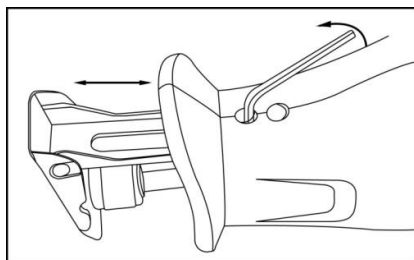

Рис. 2
2. Затяните винты. Не перетягивайте их, чтобы не повредить резьбу. (Рис. 2)